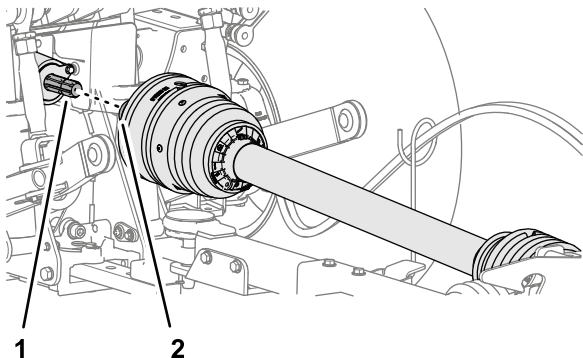

Figure 26
2. Alignez l'accouplement rapide de l'arbre de transmission sur l'arbre de sortie de la PDF (Figure 26).